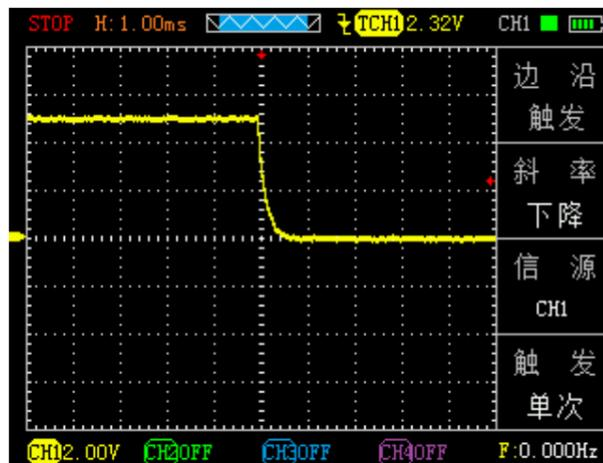

图 3-4
- ① 按“CH1”→按“F3”键，设置耦合为“直流”。
- ② 按下“触发”按键，显示边沿触发菜单设置。
- ③ 在此菜单下，按“F2”键设置边沿类型为“斜率下降”、按“F3”键设置信源为“CH1”、按“F4”键设置触发方式为“单次”。
- ④ 按“启/停”按键，显示屏左上角显示“SIGL”，等待符合触发条件的信号出现。如果某一信号达到设定的触发条件，即采样一次，显示在屏幕上。利用此功能可以轻易的捕捉到偶然发生的事件，例如突发性的低电平：将边沿触发设置为下降沿触发，按“启/停”按钮开始等待，当有低电平发生时，机器会自动触发并把触发前后的一段时间的波形记录下来。通过“时基”可以改变触发位置的水平位置，从而得到不同长度的负延迟触发，便于观察高电平发生前后的波形。如图 3-4